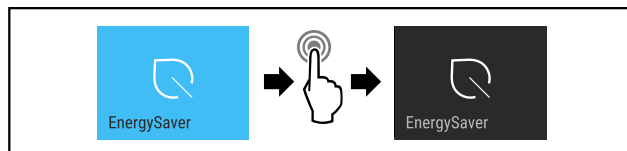

Fig. 17
- Выполните шаги действия (см. Fig. 17).